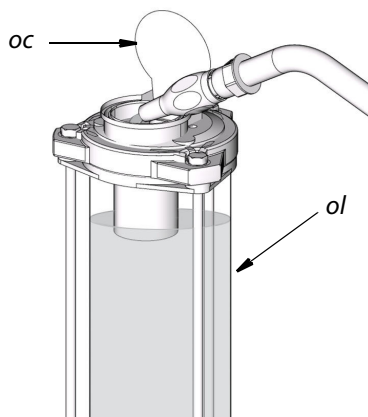

Рис. 5
- Медленно заливайте масло (*ol*) до тех пор, пока резервуар не наполнится согласно своей вместимости (Рис. 5). Соблюдайте осторожность, чтобы не наполнять резервуар слишком быстро и не превысить вместимость резервуара.
- Закройте колпачок маслозаливного патрубка (*oc*), чтобы предотвратить загрязнение и распыливание (Рис. 5).